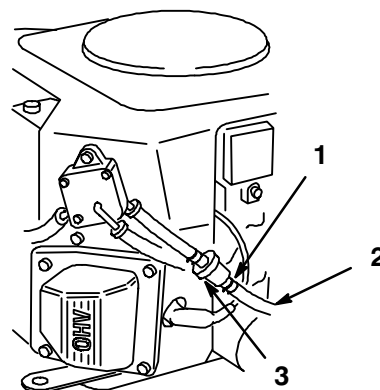

Figure 30
4. Pincez les extrémités du collier de fixation et poussez le collier en haut de la conduite d'alimentation, en direction du réservoir d'essence (Fig. 30).
5. Débranchez les conduites d'alimentation du filtre (Fig. 30). Ouvrez le robinet d'arrivée d'essence et laissez l'essence s'écouler dans un bidon agréé.